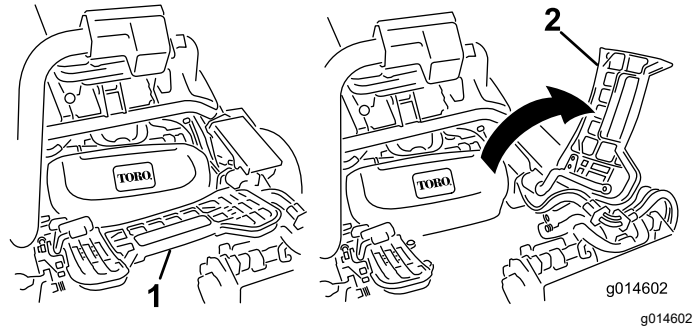

Bild 53
2. Heben Sie die Fußplattform an und schwenken Sie sie in die geöffnete Stellung, um die Stellung das mittlere Mähwerk zugänglich zu machen (Bild 53).